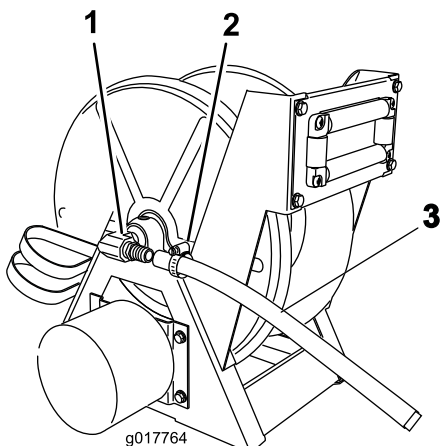

Figure 11
3. Branchez le flexible à l'embout cannelé à angle droit du côté cuve du dévidoir (Figure 11).